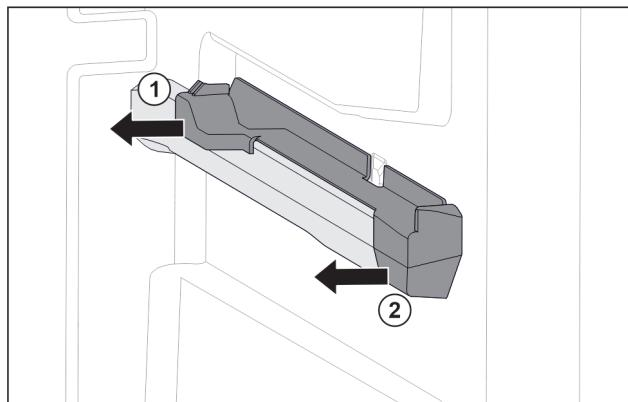

Fig. 97 Nasazovací díl na pravém žebrování na nádoby
- Stáhněte nasazovací díl vzadu na stranu. Fig. 97 (1)
- Stáhněte nasazovací díl vpředu na stranu. Fig. 97 (2)